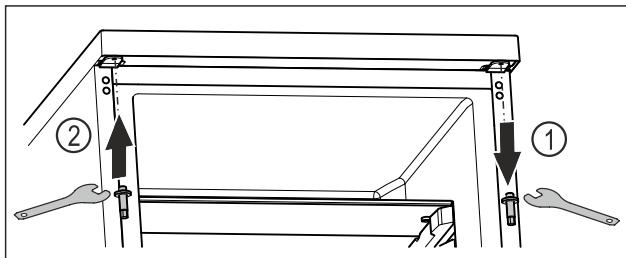

Fig. 18
- Extragăți prin rotire bolțul superior cu cheia cu hexagon exterior. Fig. 18 (1)
- Înșurubați ferm bolțul pe partea opusă cu cheia cu hexagon exterior. Fig. 18 (2)